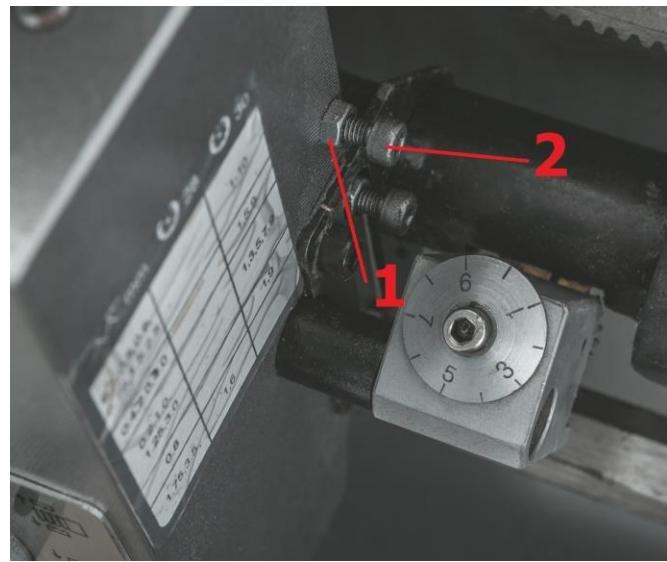

Рис. 27
Открутите две гайки (1, рис.27) справа на фартуке суппорта и отрегулируйте установочные винты (2) таким образом, чтобы половинки гайки ходового винта без зазора были расположены в своих направляющих.